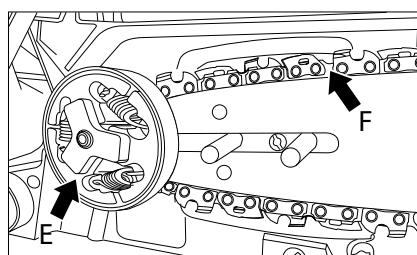

Rys. 6
4. Zamontuj drążek tak, aby wycięcie w drążku pokrywało się z obiema śrubami (C) (Rys. 6).